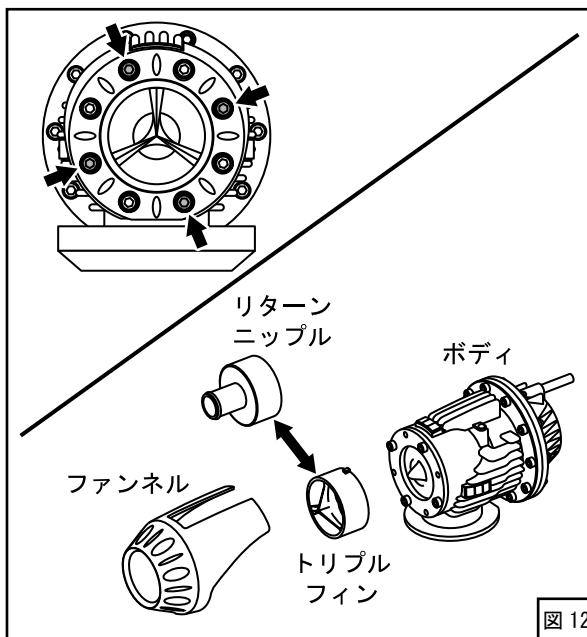

図12
(4) ブローオフアセンブリのトリプルフィンをリターンニップルに交換してください。(図12)